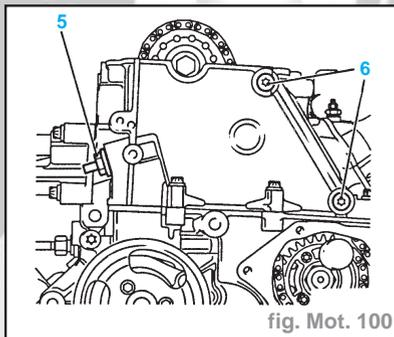

fig. Mot. 100
- Déposer la vis de fixation supérieure de l'alternateur (3) et desserrer la vis de fixation inférieure de l'alternateur (4). Faire pivoter l'alternateur vers l'arrière.
- Déposer le tendeur de chaîne simplex (5). Tenir compte de la position de montage (fig. Mot. 100).
- Chauffer de manière intensive les vis de fixation (6) à l'aide d'un séchoir à air chaud et déposer.